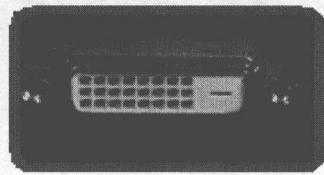

图 1-1-11 液晶显示器数字接口实物图
(2) 数字接口：需要与带有数字视频信号接口的显卡配合使用。它没有信号转换的问题，电路简单、价格便宜、图像质量好，如图 1-1-11 所示。